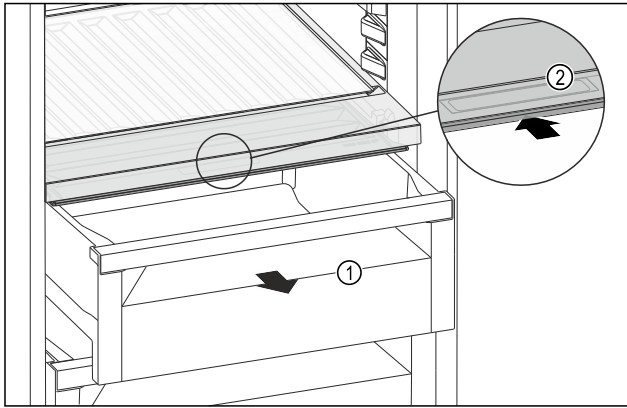

Fig. 229
- ▶ Schubfach Fig. 229 (1) herausziehen.